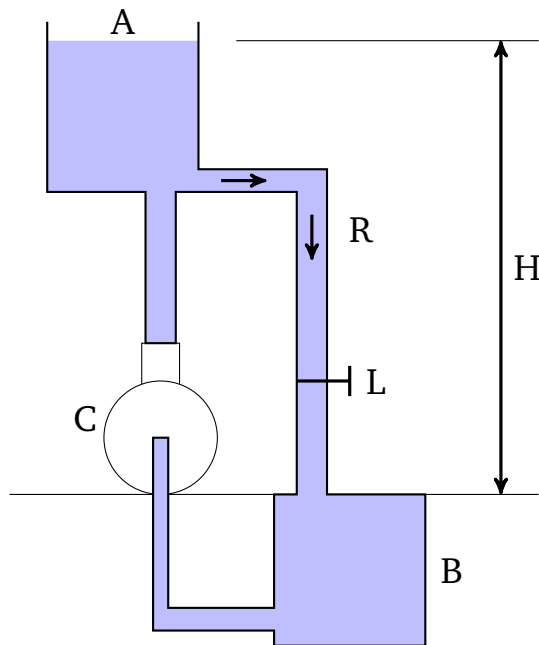

Figura 5
El depósito A en la figura 5 está lleno de líquido, pero se vaciará rápidamente en otro B (situado en un nivel inferior) en el momento que se abra la llave de paso L. En este instante fluirá una corriente de líquido por la tubería debido a la diferencia de altura (H), pero ésta dejará de fluir tan pronto el depósito A se haya agotado. Si se desea mantener el líquido en *circulación*, habrá que instalar una bomba C que aspire el agua de B y la lleve hasta A, manteniendo la diferencia de altura. La bomba ejerce un trabajo sobre el líquido que mantiene la diferencia de nivel en distintos puntos del mismo.